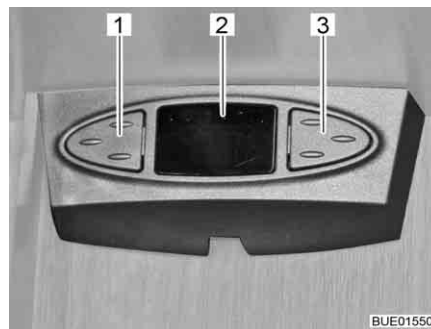

Bild 50 Satellitmus
Beroende på modell är satellitanläggningen försedd med en satellitmus. Satellitmusens indikatorer (Bild 50,2) visar den inställda kanalen. Via de båda knapparna kan satellitanläggningens grundläggande funktioner styras (sändarbyte, sätta igång/stänga av).
- Välja föregående sändare från sändarlistan: Tryck ner vänster knapp (Bild 50,1).
- Välja nästa sändare från sändarlistan: Tryck ner höger knapp (Bild 50,3).
- Växla mellan radio och tv: Tryck samtidigt kort på knapparna (Bild 50,1 och Bild 50,3).
- Till- och frångkoppling av mottagare: Tryck samtidigt kort på knapparna (Bild 50,1 och Bild 50,3) och håll ner dem.